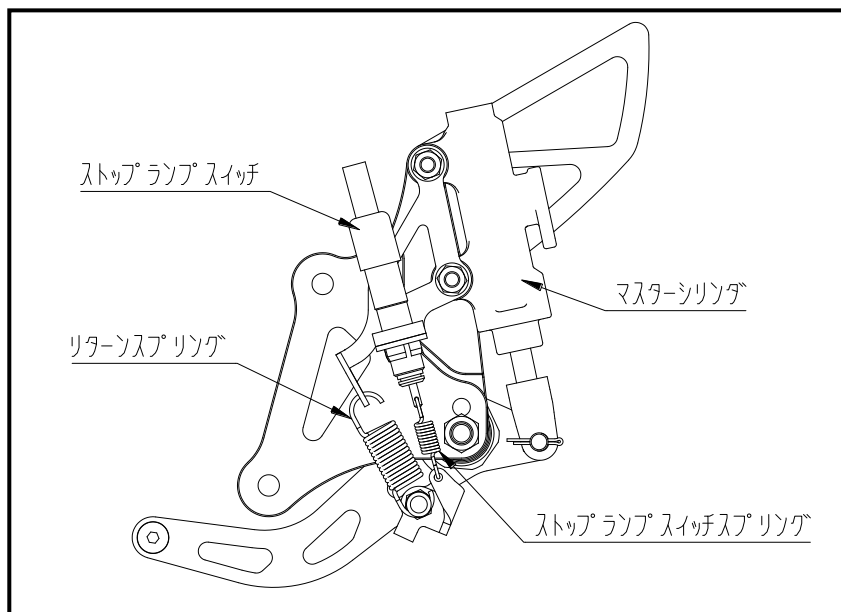

図2 マスターシリンダ取り付け
- ① STDステップを取外します
- ② 下記のSTDパーツをモリワキ製ステップに付け替えます。(図2参照)